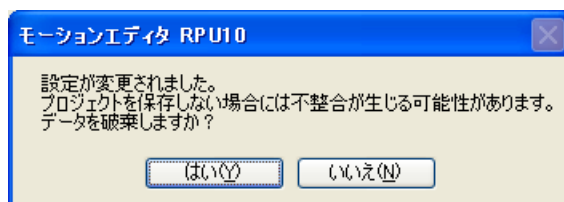

Fig. 5.4 プロジェクト更新後、プロジェクト設定画面を終了した場合
プロジェクトデータの中身を、プロジェクト設定欄の内容に変更します。更新されたプロジェクトを PC 上に保存しないと、次回起動時にはその更新内容が消えてしまいます。更新実行後にプロジェクト設定画面を閉じると Fig. 5.4 のメッセージが表示されますので、このときは必ずメニューバーの【ファイル (F)】から【プロジェクト保存 (S)】を選択し、プロジェクトファイルを保存してください。